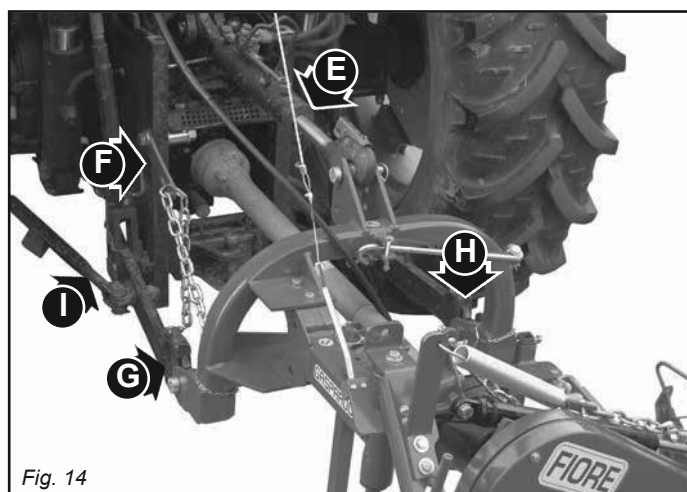
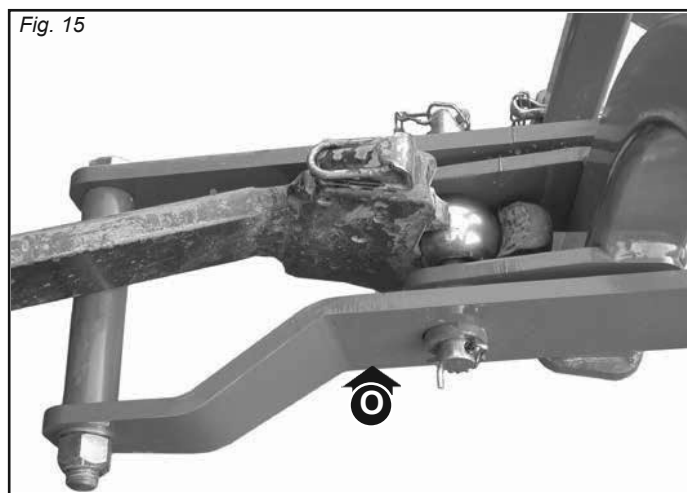

Fig. 14
Fig. 15
- 2 - Agganciare le barre del sollevatore sui perni predisposti (G e H, Fig. 14). Il braccio di sollevamento (O, Fig. 15) deve essere posizionato sotto il braccio del trattore. Bloccare con le copiglie a scatto.
- 3 - Collegare il terzo punto superiore ed effettuare una corretta regolazione con il tirante di regolazione (E, Fig. 14). La piastrina (F, Fig. 14) va posizionata alla sinistra del tirante, solidale sulla stessa spina. La spina va bloccata con l'apposita copiglia.
- 4 - Mediante gli appositi tiranti (I, Fig. 14) bloccare le barre parallelamente al trattore. Quest'ultimo accorgimento deve essere messo in atto per evitare qualsiasi spostamento, in senso orizzontale, della falciatrice.